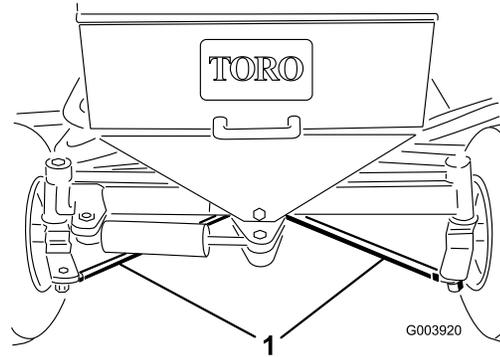

Figure 65
2. Desserrez les écrous de blocage sur les deux biellettes (Figure 65).